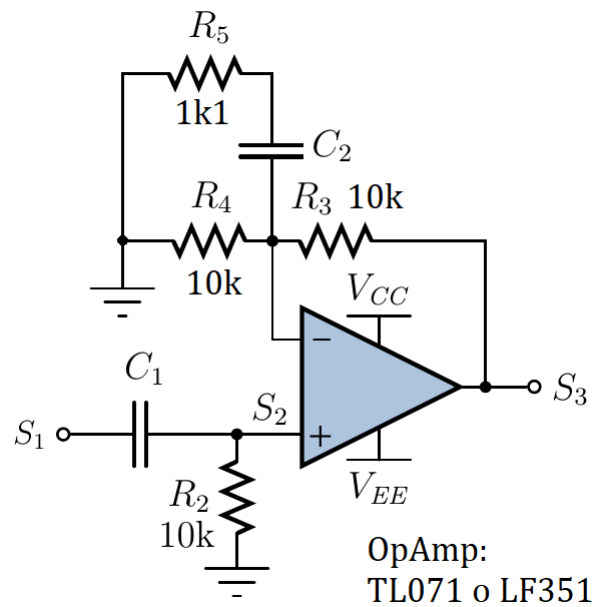

Figura 7: Filtro pasa altos y ecualizador con ganancia.
de la luz ambiental y otras fuentes. El objetivo del filtro pasa altos presente en la figura 7 es eliminar parte de este ruido. Considere una frecuencia de corte de 100 Hz para cumplir este objetivo.
3. Determine la función de transferencia del filtro pasa-altos y ecualizador con ganancia de la figura 7, con sus respectivas frecuencias de transición. Calcule C_1 para obtener una frecuencia de corte de 100 Hz. Utilice un valor de 1 nF para C_2 con el objeto de simular. Recuerde que el valor definitivo de dicho capacitor deberá ser encontrado de manera empírica.
2. Añada a su circuito receptor, el filtro pasa altos con ecualizador de la figura 7 con los valores calculados en el trabajo previo. Utilizando la misma configuración transmisor/receptor usada en el paso anterior mida con el osciloscopio el voltaje a la salida del filtro. Ajuste el valor de C_2 de manera que los pulsos ecualizados a la salida del circuito tengan el menor tiempo de subida/bajada posible y sean lo más cuadrados posibles.